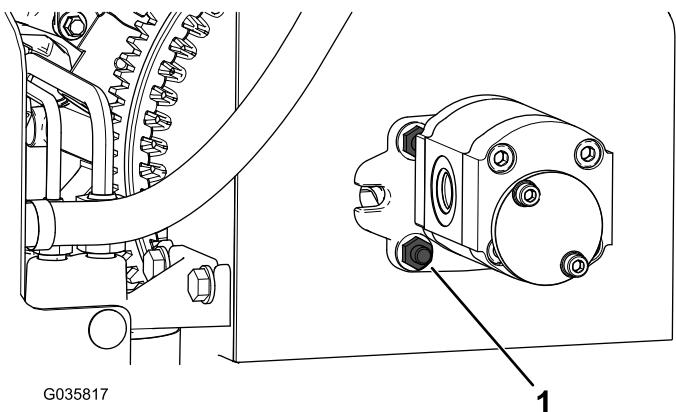

Figura 2
2. Rimuovete i 4 bulloni e i dadi dalla pompa idraulica (Figura 2).